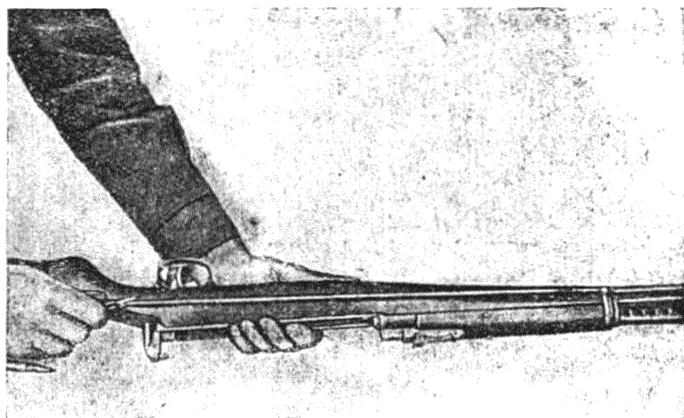

Рис. 69. Вставление шомпола в ложу.
10. Вставить шомпол (рис. 69).